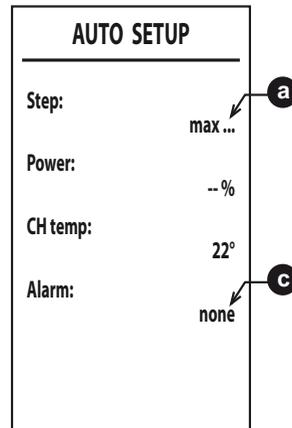

fig. 39
6. Después del encendido, el quemador se pone en modo calefacción a las distintas potencias (máx., med., mín.) indicadas por el punto **a** (fig. 39). Si la eliminación del calor de la instalación no es suficiente para hacer terminar el procedimiento, se puede activar una demanda de ACS **solo después de que se haya encendido el quemador**.
8. Si la secuencia de encendido descrita en el punto "6" no termina correctamente, se visualiza el mensaje **max\_err** en el punto **a** y un código de error en el punto **c** (fig. 39).